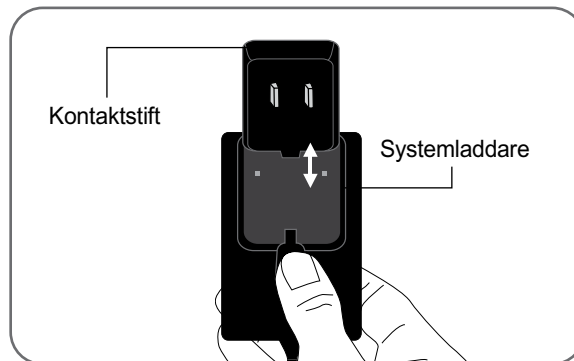

Bild 8-2: Skjut in stiftet i systemladdaren
2. Skjut in det valda stiftet i systemladdaren. Se bild 8-2.